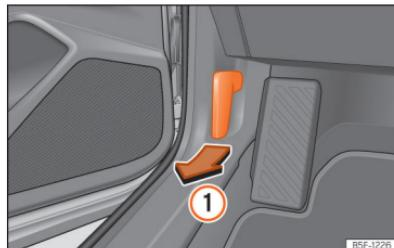

Fig. 203 Alavanca de desbloqueio no espaço para a zona dos pés do condutor.
- Abra a porta e puxe pelo manípulo que existe debaixo do painel de instrumentos **»» Fig. 203 ①**.